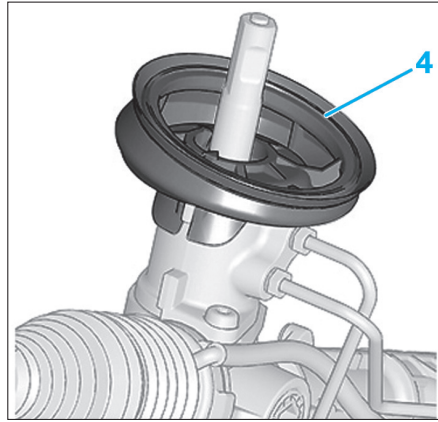

Fig. 16
- Remplacer le joint caoutchouc (4) (Fig.16).